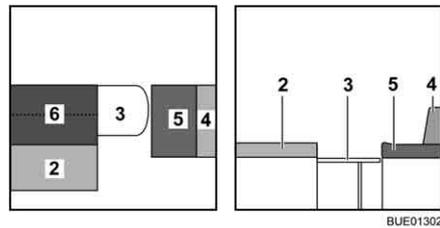

Bild 119 Während des Umbaus
- Das Zusatzpolster (Bild 119,6) aufklappen und auf den Tisch legen.